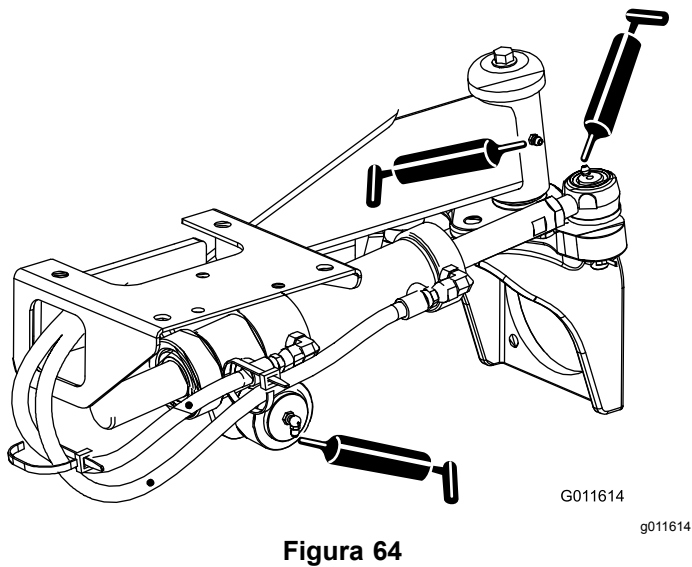

Figura 64
- Articulaciones esféricas del cilindro de dirección (2) y eje trasero (1)—Figura 64